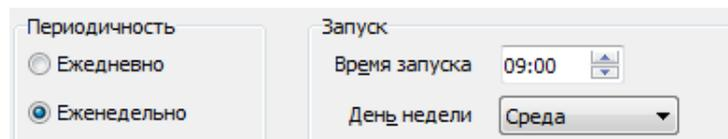

Рисунок 27.3 Вкладка Автоматический перенос данных в архив, еженедельный перенос
- Ежедневно: в этом случае необходимо указать Время запуска и День недели переноса данных (Рисунок 27.3);